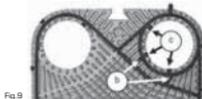

Fig. 9
culaire entourant le collecteur. Il peut aussi être nécessaire d'éliminer les barrettes de liaison (Fig.9-b).
NOTA: certaines plaques ne disposent pas d'emplacement sur le pourtour des collecteurs pour insérer les Plug-in® des joints, il faut donc les couper avec des ciseaux. Pour ces plaques, il faut également couper les barrettes de liaison Fig.9-b. La zone non maintenue des joints doit alors être maintenue par collage. Nous conseillons d'encoller en totalité les joints d'échangeur DN200.
- Pour la moitié de joint dont la plaque dispose d'un logement correspondant à chaque Plug-in® (Fig.9-c), positionnez le joint, insérez les Plug-in® dans leur logement et collez les barrettes de liaison Fig.9-b.